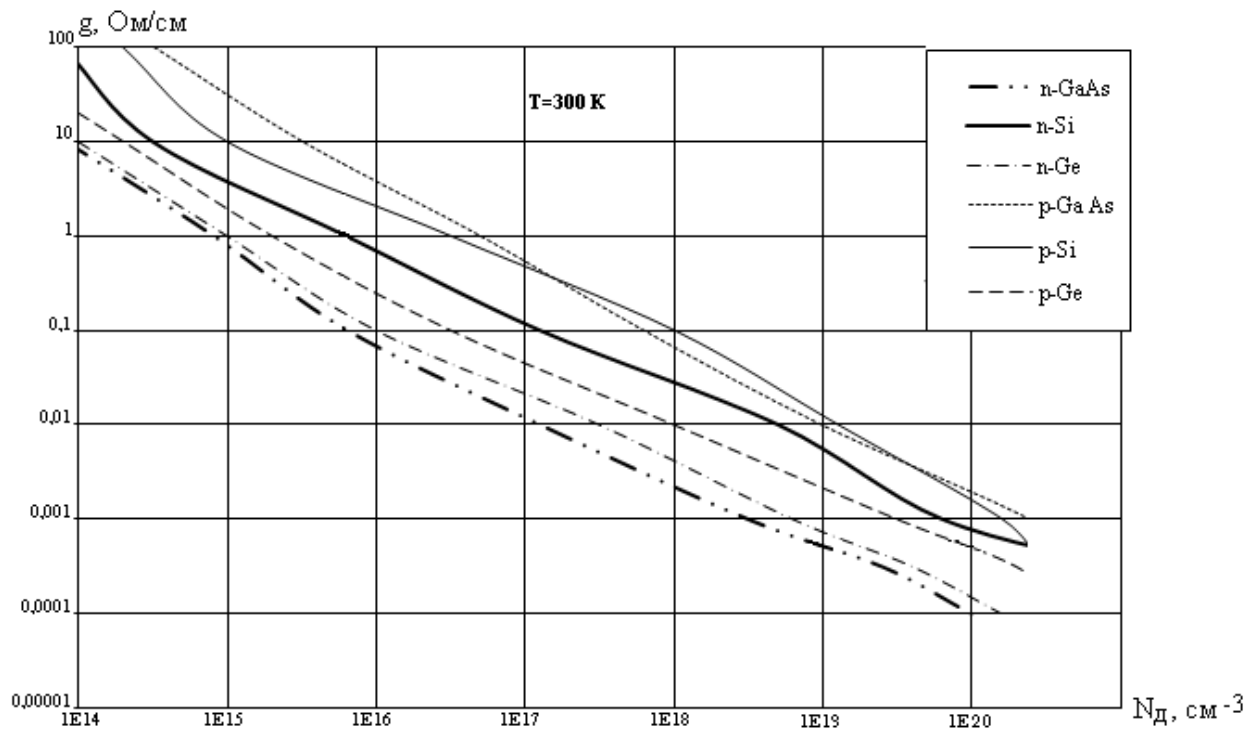

Рисунок 2.1 – Графики для определения удельного сопротивления полупроводника
$\rho$  – удельное сопротивление полупроводника, зависит от концентрации донорской примеси и определяется по графикам (рисунок 2.1)
1. Сопротивление канала  $R_{\text{си}}$  рассчитать по формуле 2.8, предварительно определив удельное сопротивление канала  $\rho$  по графику (рисунок 2.1)